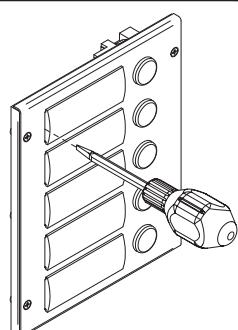

Fig. 13
- Insira uma chave de fendas plana no orifício do suporte para cartão, como indicado na **Fig. 13**;